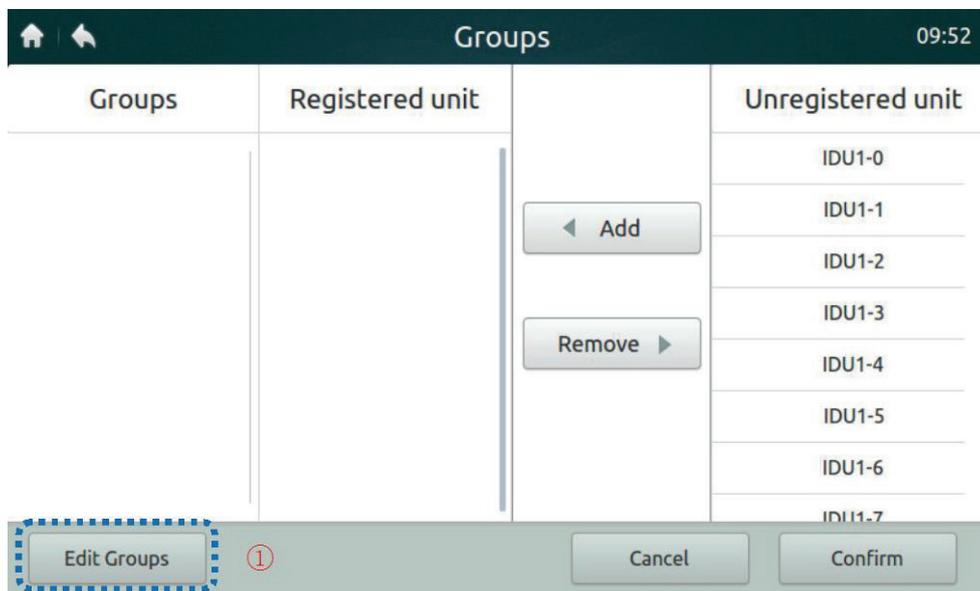

Рисунок 38 Домашняя страница 1 меню Group View [Обзор групп]
1. Коснитесь кнопки "Groups", помеченной номером "2" на Рисунке 35, чтобы получить доступ к странице обзора групп, показанной на Рисунке 38. Рисунок 38 показывает страницу меню, на которой не создано ни одной группы.